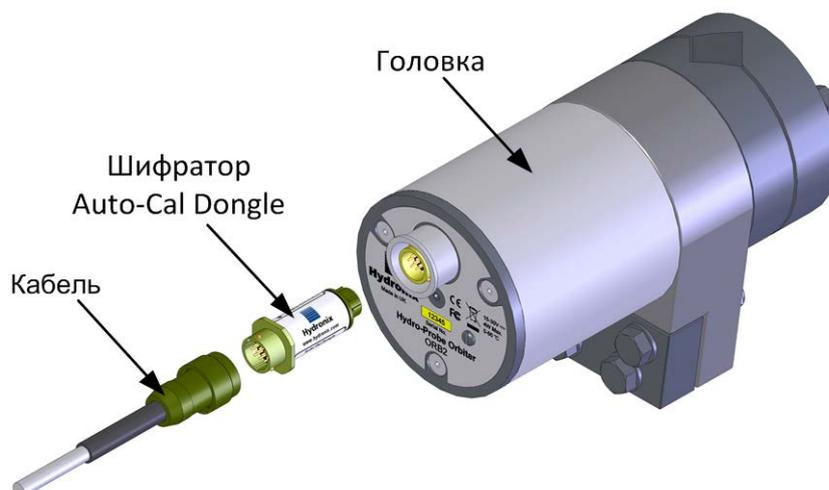

Рисунок 19: Подсоединение шифратора Auto-Cal Dongle
Сопоставление головки и измерительного зонда выполняется с помощью подключения шифратора Auto-Cal Dongle между кабелем датчика и головкой (Рисунок 19).
2. Подсоедините шифратор Auto-Cal Dongle к головке датчика и кабелю (Рисунок 19). Красный индикатор на шифраторе Auto-Cal Dongle должен начать мигать (яркий-тусклый-яркий) в течение 30 секунд.